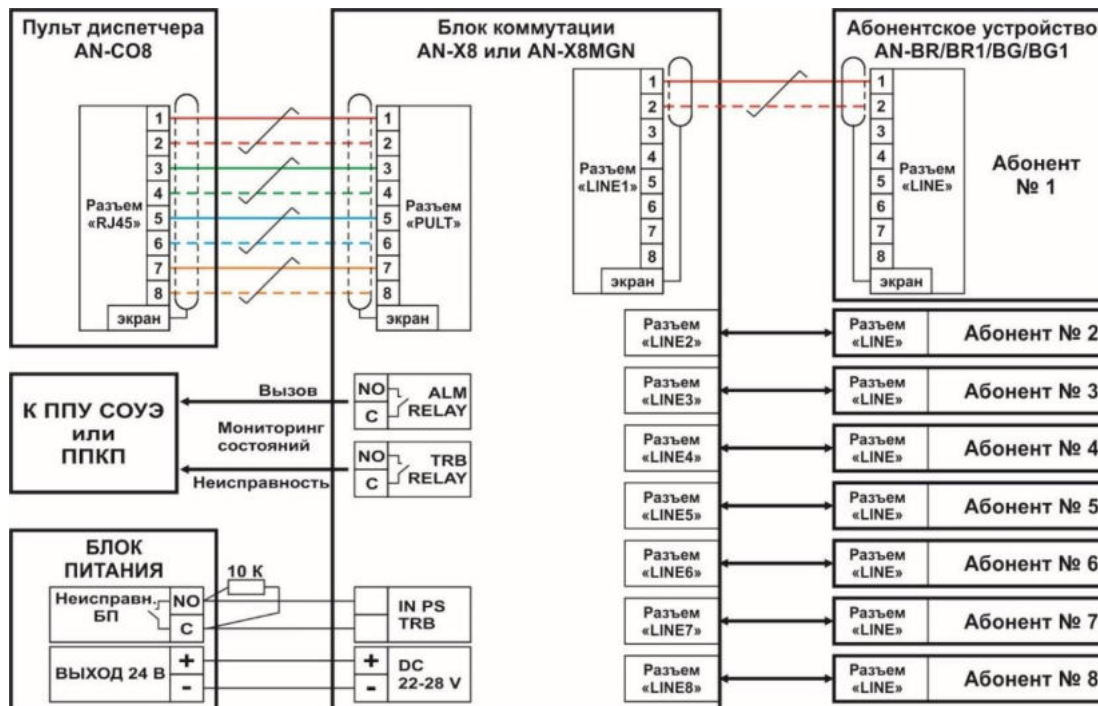
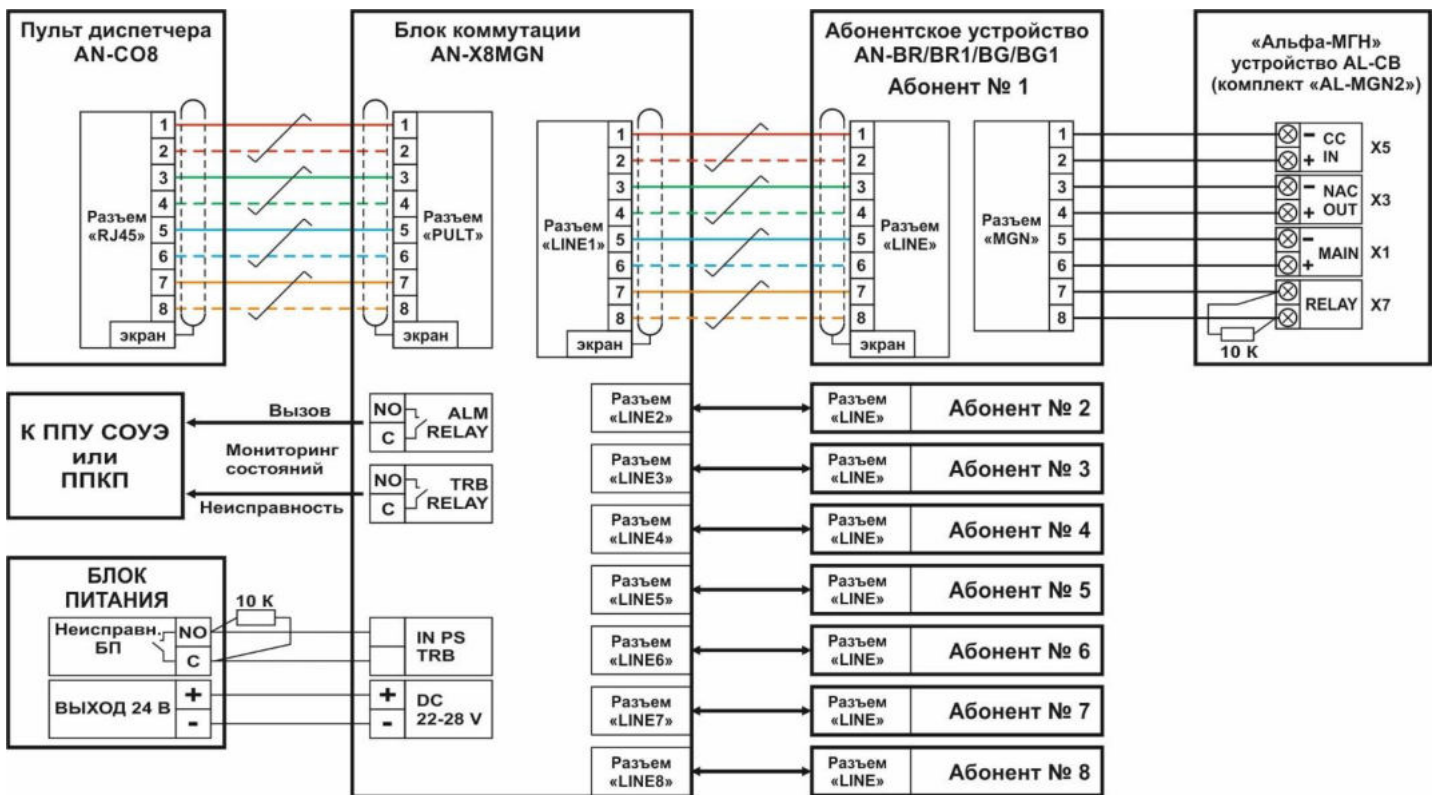
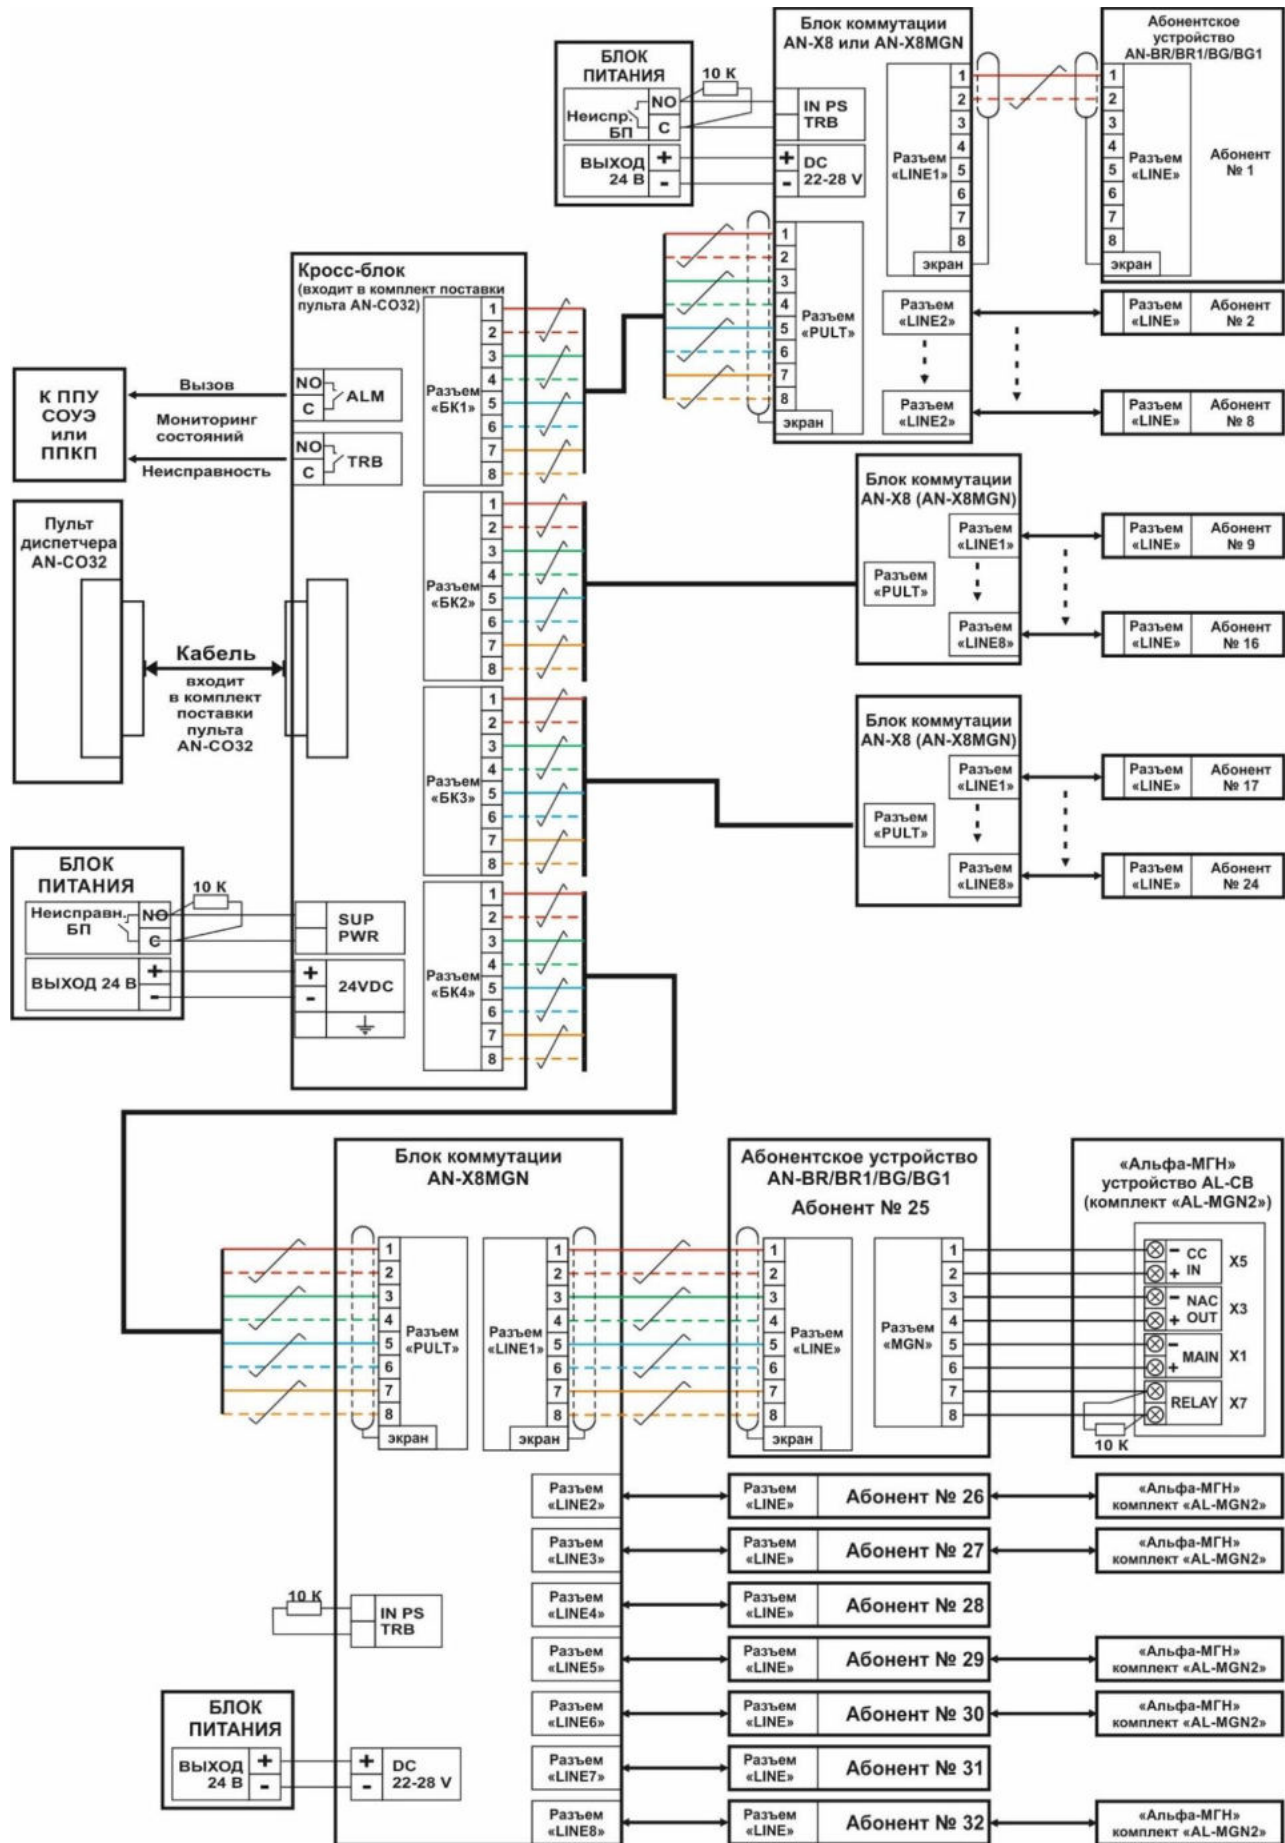

Рис.3
Рис.4
Рис.5
- Приготовьте заранее схему подключения к изделию всех необходимых внешних электропроводок (см. Рис. 3, Рис. 4 и Рис. 5) и определите место установки изделия.
- 7) Подключите к разъему «IN PS TRB» линию связи к контактам реле «Неисправность» блока питания, установив так же оконечный резистор 10 кОм, как это показано на рис.3, 4 или 5. В случае если это реле в блоке питания отсутствует, то к контактам разъема «IN PS TRB» необходимо подключить резистор 10 кОм.